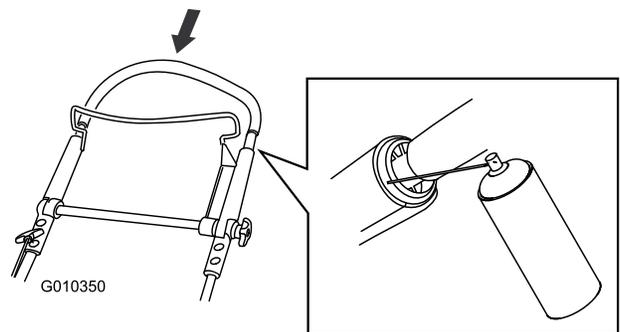

Figura 41
2. Spingete completamente verso il basso la sezione superiore della stegola e spruzzate il prodotto sulla superficie interna di plastica della parte esterna della stegola (Figura 41).